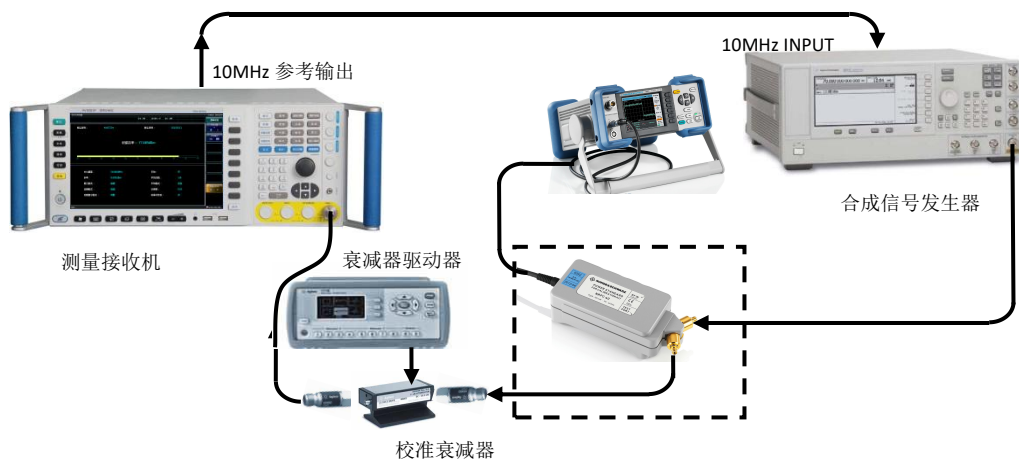

图 8.2 调谐电平的测试示意图
- 2) 如图 8.2 所示连接测试装置，衰减器驱动器设置标准衰减器为 0dB。